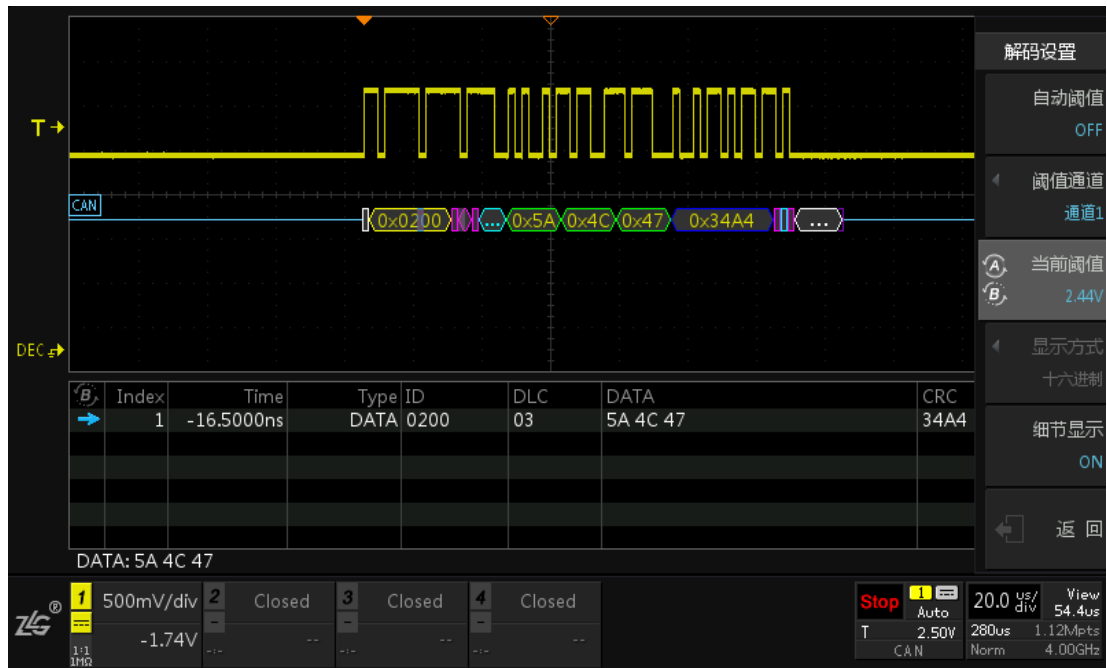

图 15.8 解码设置
- 6、【显示方式】设置主要有“十六进制、十进制和字符”，而 CAN 协议解码只能用十六进制显示；【细节显示】可以设置为“ON”或“OFF”，解码设置如图 15.8 所示。